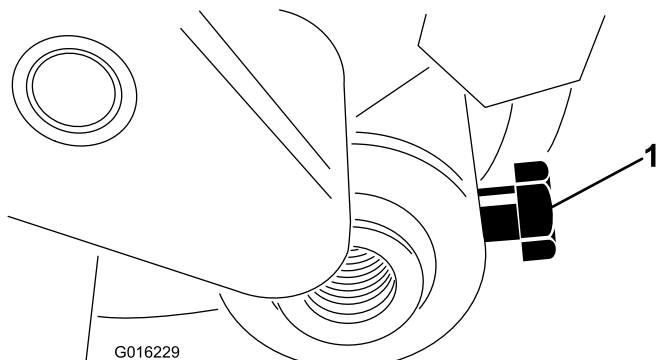

Figure 28
3. Desserrez le boulon qui fixe l'arbre du rouleau au bras de hauteur de coupe (Figure 28).